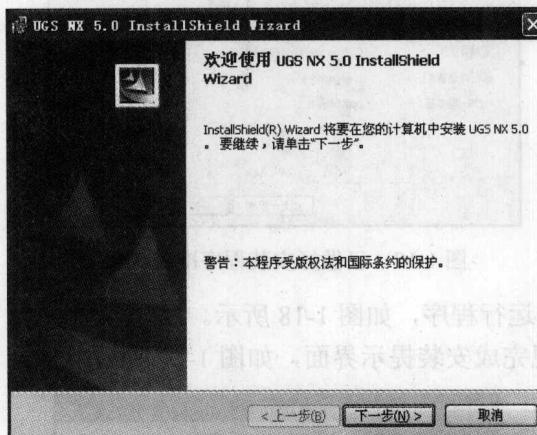

图 1-12 NX 5 安装向导界面
(3) 下面开始进入正式的 NX 5 安装向导界面, 如图 1-12 所示。